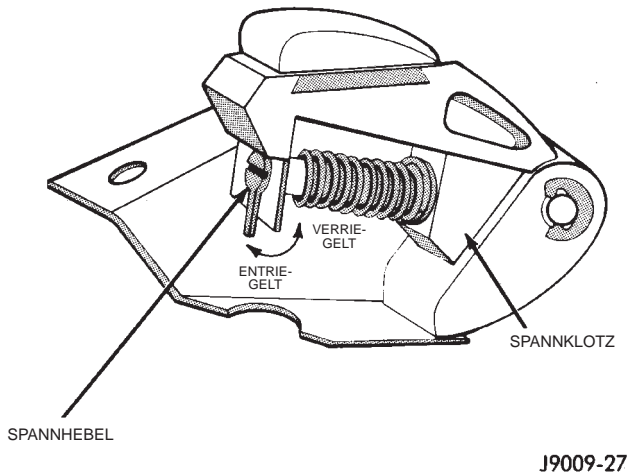

Abb. 49 Vorspannen des Steuerkettenspanners
- (8) Spannhelb in die entriegelte Stellung (nach unten) schwenken (Abb. 49).
- (9) Spannklotz zum Spannen der Feder an den Spannhelb heranziehen. Den Klotz festhalten und den Spannhelb in die verriegelte Stellung (nach oben) schwenken (Abb. 49).
- (10) Steuerkette, Kurbelwellenrad und Nockenwellenrad so anbauen, daß die Einstellmarkierungen aufeinander ausgerichtet sind.
- (11) Halteschraube des Nockenwellenrads und Unterscheibe montieren und mit 108 N·m (80 ft. lbs.) anziehen.
- (12) Hebel zur Stelle entriegelt ziehen (Abb. 49).